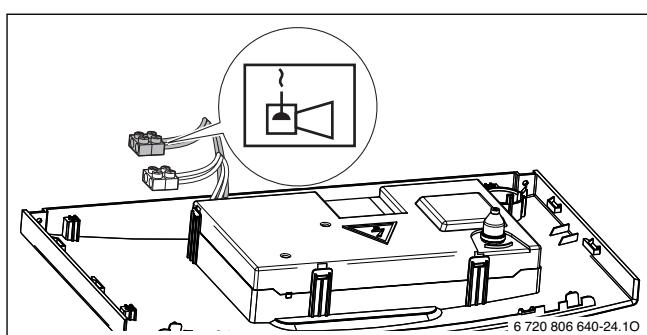

Рис. 17 Подключение сигнализатора тревоги.
- Подключите контакт сигнала тревоги непосредственно к клеммам (→ рис. 17, стр. 21).